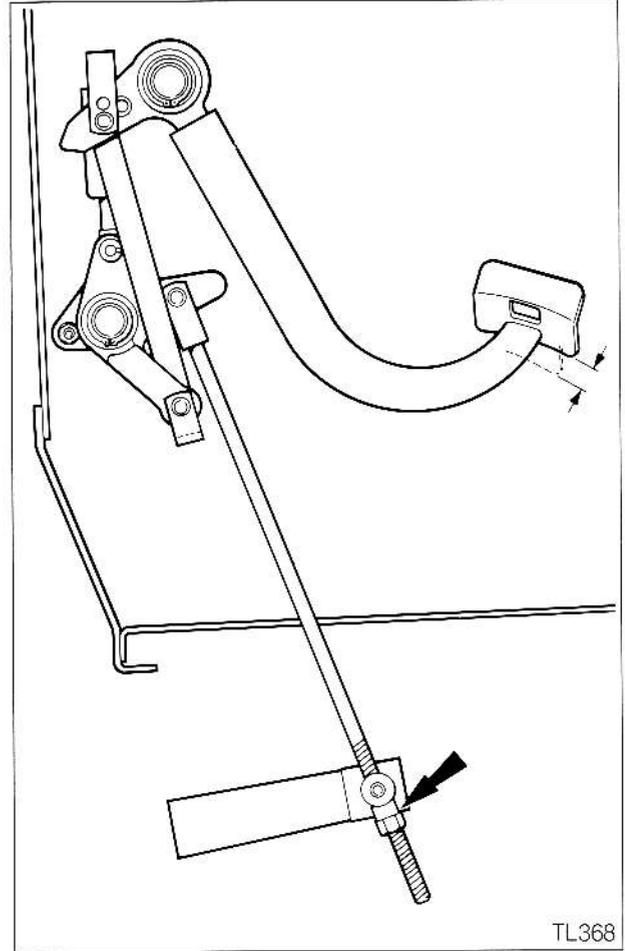

Fig 101
Procédure de réglage de la tringlerie d'embrayage (Fig. 101)
1. Mesurer la garde de la pédale d'embrayage. Celle-ci doit être entre 15 et 20 mm (5/8 et 3/4 in) au patin de la pédale (Fig. 101).
2. Si la garde de pédale est incorrecte, visser ou dévisser l'écrou de réglage à l'extrémité de la tige d'embrayage (Fig. 101) pour régler la garde de pédale dans les limites indiquées.